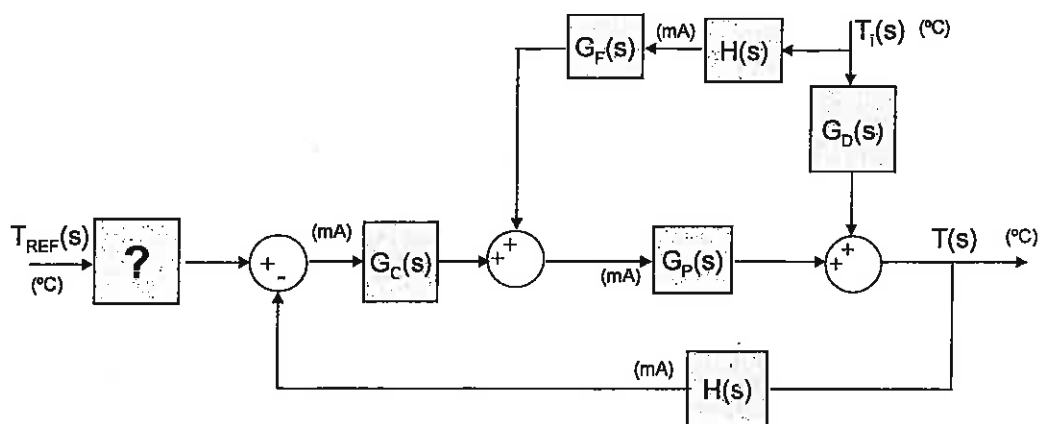

Figura 6: Diagrama de bloques del nuevo sistema de control
4. Para eliminar el efecto de la perturbación, se añade un lazo adicional al sistema de control realimentado, como se ve en la Figura 6. Calcular cual debe ser la ganancia  $K_F$  de la nueva función de transferencia  $G_F(s)$ , para que saltos escalón en la perturbación  $T_i$  no afecten a la salida  $T$  en estado estacionario.